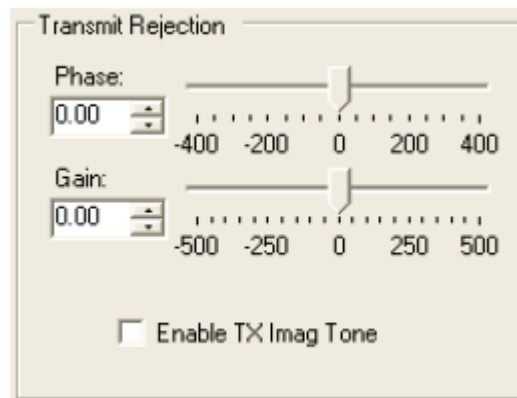

Bild 88: Transmit Rejection
1. Stellen Sie den Transceiver auf USB oder LSB. Schließen Sie am Senderausgang einen Abschlusswiderstand an. Machen Sie einen Haken bei **Enable TX Image Tone** in Bild 88.